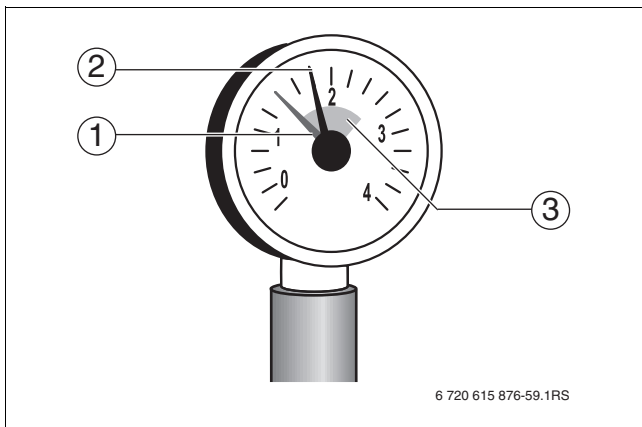

Fig. 59 Manómetro para instalaciones cerradas
- Llene lentamente la instalación de calefacción. Durante el llenado, observe la indicación de la presión (manómetro) (→ fig. 59).